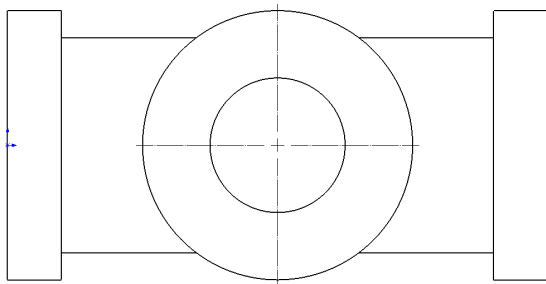

图 11-16 打开工程图文件
(1) 单击常用工具栏中的【打开】按钮, 打开一幅工程图文件, 如图 11-16 所示。